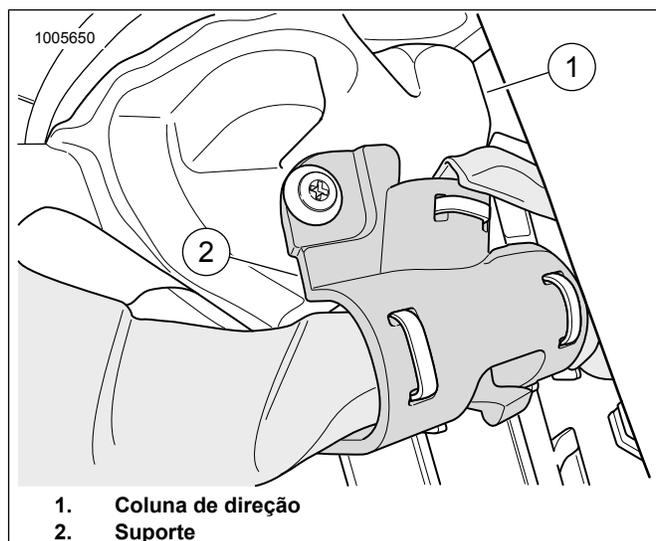

Figura 13. Coluna de direção
17. Veja a figura 13. Oriente a extremidade de 48 pol. até a coluna de direção (1). Use o suporte (2) para fixar o chicote de fios.